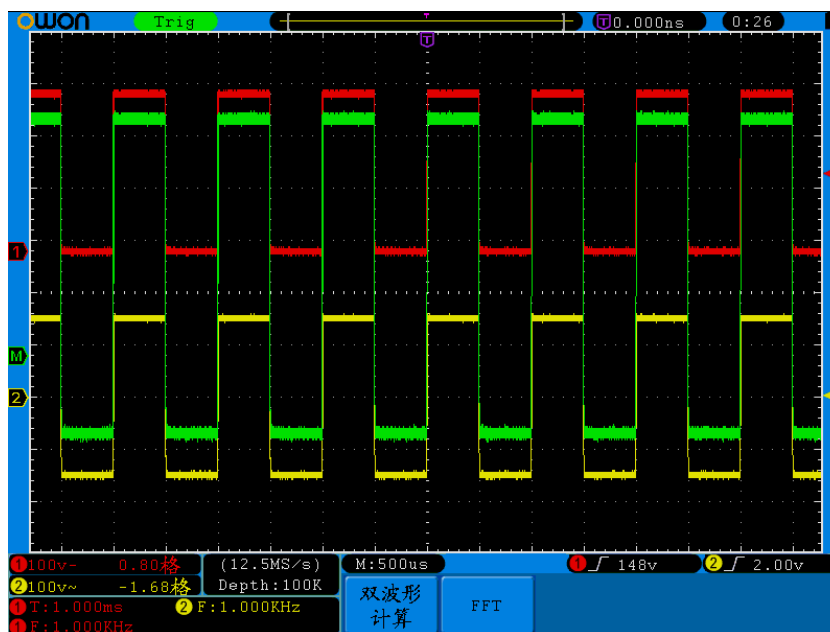

图 5-7: CH1+CH2 数学运算波形
5、按 **F3** 键对因数2选择 **CH2** 。则计算结果的绿色波形M显示在屏幕上。见图5-7。